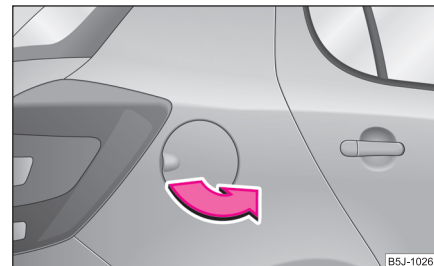

Fig. 142 Partea dreaptă spate a autovehiculului: Clapeta rezervor
- Deschideți clapeta rezervorului cu mâna ⇒ fig. 142.